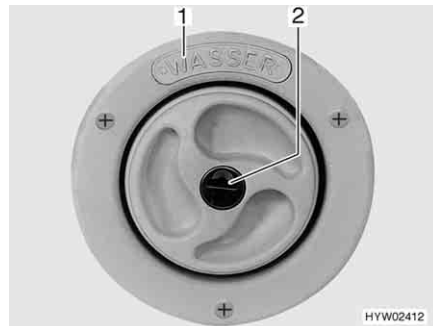
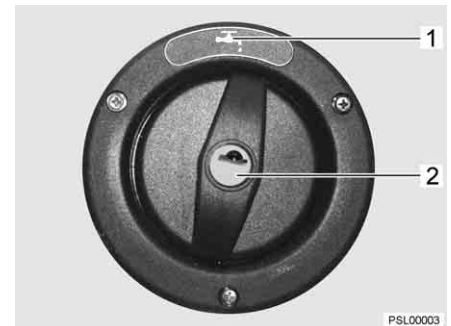

Bild 199 Lock för påfyllningsöppningen för dricksvatten
Bild 200 Lock för påfyllningsöppningen för dricksvatten (alternative)
Påfyllningsöppningen för dricksvatten är märkt med texten "WASSER" (vatten) (Bild 199,1) eller med symbolen  (Bild 200,1). Locket låses och låses upp med nyckeln till de utvändiga låsen (utvändiga luckorna).
- Stick in nyckeln i låscylindern (Bild 199,2 resp. Bild 200,2) och vrid ett kvarts varv moturs.